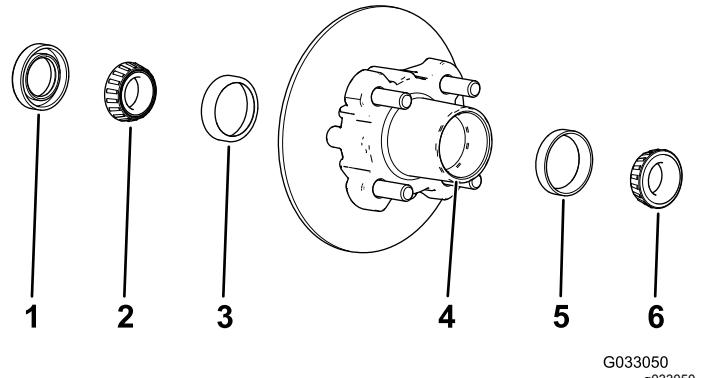

Figura 27
1. Retire o rolamento exterior e a correia do rolamento do cubo (Figura 27).
2. Retire o rolamento interior do cubo (Figura 27).
5. Limpe a cavidade do cubo de lubrificante, sujidade e detritos (Figura 27).
7. Encha a cavidade do cubo 50 a 80% com o lubrificante especificado (Figura 27).
8. Monte o rolamento interior na correia no lado interior do cubo e coloque o vedante (Figura 27).